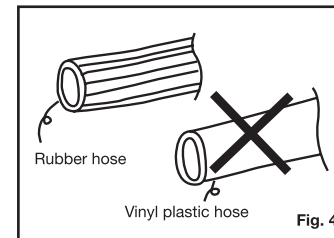

Fig. 4
- Connectez les cylindres de gaz uniquement à l'aide d'un tuyau en caoutchouc. L'utilisation d'un tuyau en plastique vinyle peut être dangereux (Fig.4).